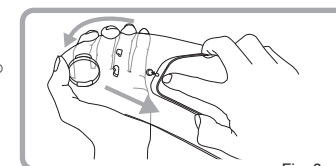

Fig. 6
2. Remover a Lente de Inserção Original Pinlock® dos pinos excêntricos dobrando a viseira. (Fig.6)